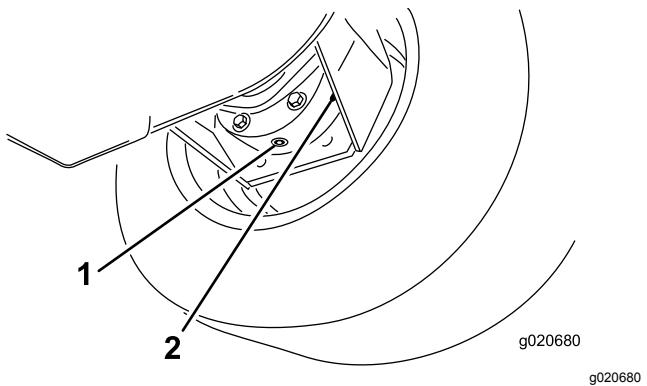

Figura 83
- Coloque o recipiente de escoamento por baixo da estrutura do travão, retire o tampão e deixe o óleo escorrer para o recipiente (Figura 83).